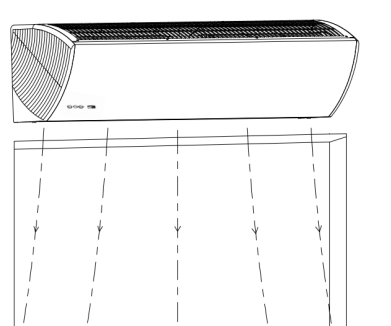

Imagen 4: Encendido
4. Encienda: encienda y haga funcionar la cortina de aire (imagen 4).